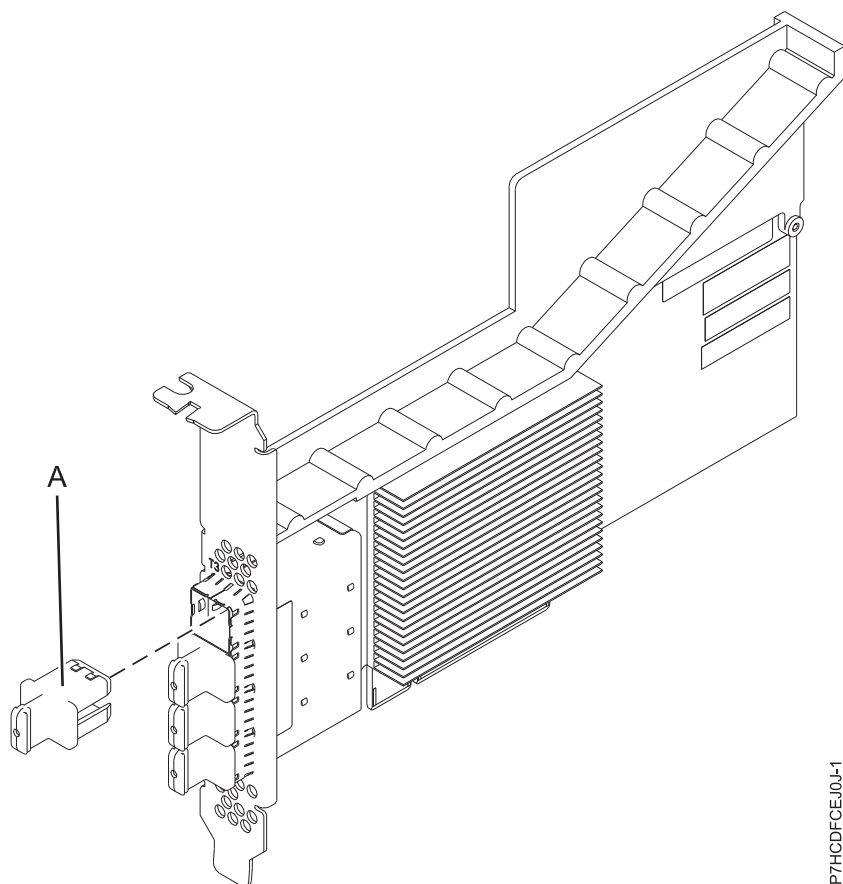

図 50. PCIe3 RAID SAS クワッド・ポート 6 Gb LP アダプター
せん。アダプターは、書き込みキャッシュを備えていません。 155 ページの図 50 は、PCIe3 RAID SAS クワッド・ポート 6 Gb LP アダプターを示しています。
155 ページの図 50 はアダプターを示しています。コネクタ・プラグ (A) は、空白ポートに取り付けて、隣接したポート・コネクタのケーブルが差し込まれたり取り外されたりした場合のそのポートの損傷を防ぎます。